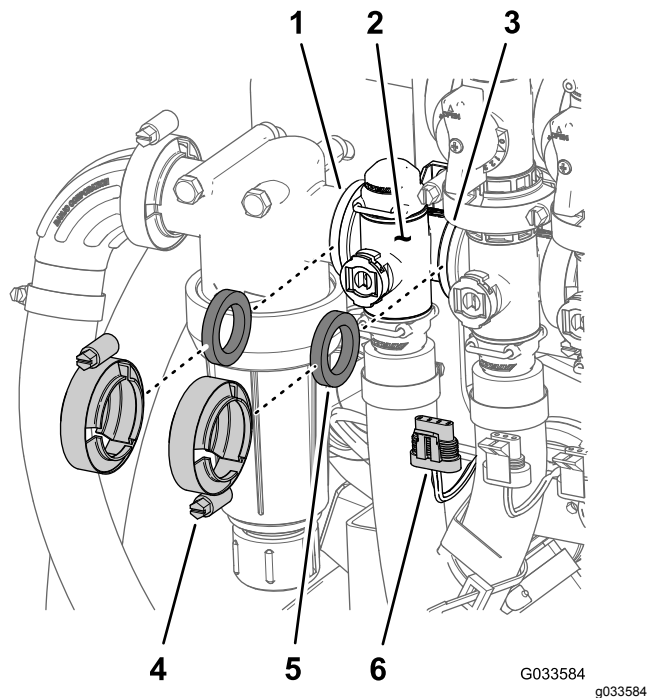

図 110
1. 散布量制御バルブ用のマニホールドを圧力フィルタと攪拌バルブに固定しているフランジクランプ2個とガスケット2枚を外す 図 110。